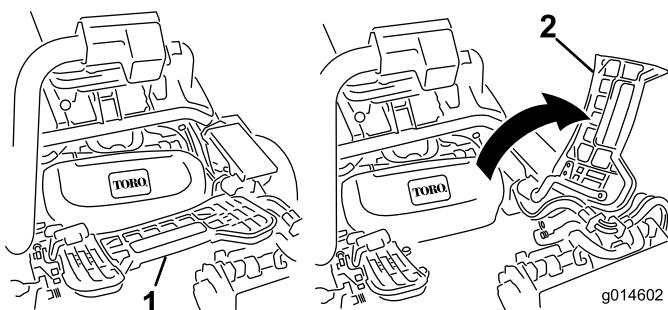

图11
7. 如果安装中间滚刀组，应提起脚踏板向上翻，以便接触到中间滚刀组位置（图11）。